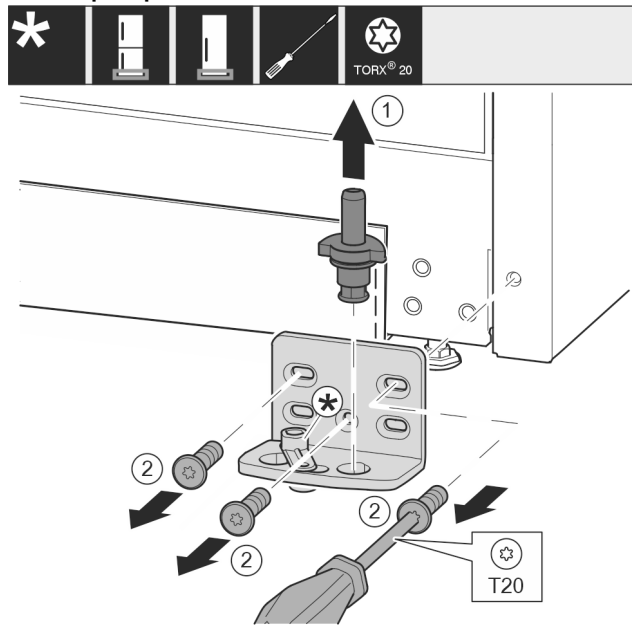

Fig. 15
- ▶ Опорний гвинт цілком витягніть рухом вгору. Fig. 15 (1)
- ▶ Викрутіть гвинти за допомогою викрутки T20 та зніміть опорний кронштейн. Fig. 15 (2)